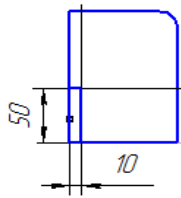

Рис. 3
4. Перейдем к построению выреза. С помощью команды **прямоугольник** высота 50 мм и ширина 10 мм и указываем нижнюю левую точку на пластине рис.3